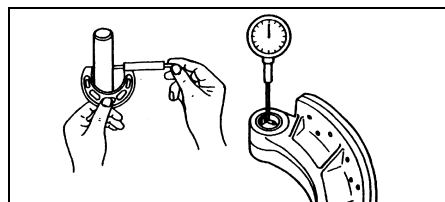

Рисунок 5. Проверка зазора между анкерным пальцем и втулкой колодки.
Установка (рисунок 5)
3. Проверьте зазор между анкерным пальцем и втулкой колодки (рисунок 5).